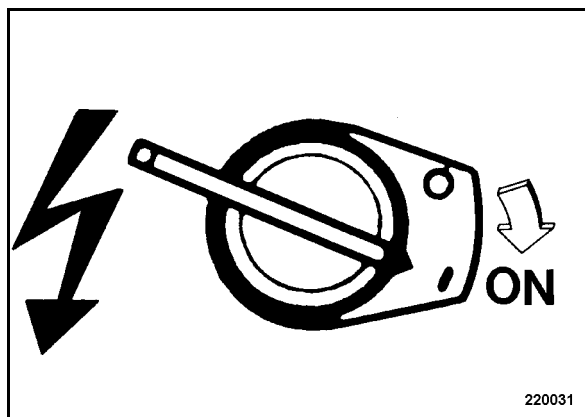

рис. 20
- Переключить выключатель зажигания (рис. 20) в положение "I" (ON).